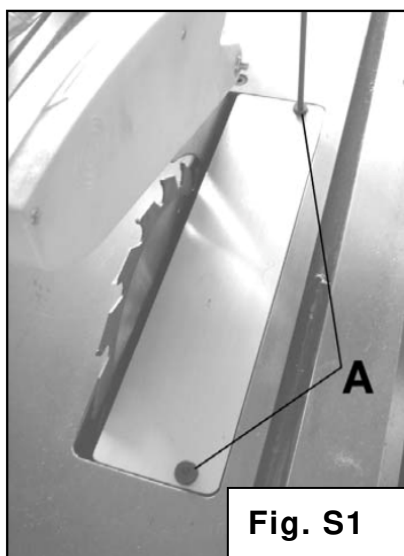
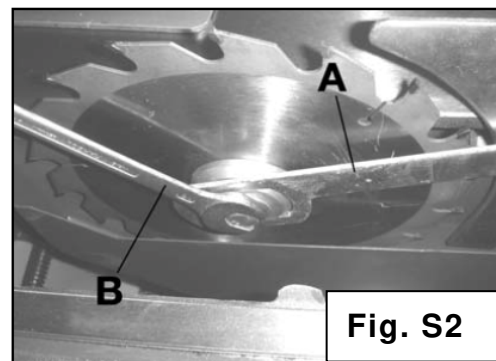

Fig. S1
Fig. S2
La macchina si compone di (**Fig. S1**):
3. Rimuovere l'inserto dalla tavola svitando le viti (A) di fissaggio (**Fig.S1**).
4. Con le due chiavi (A) e (B) in dotazione (**Fig.S2**) svitare la vite di fissaggio lama. Togliere la flangia per smontare la lama..
6. Mettere la rondella, la vite e stringere a fondo con le due chiavi (A) e (B).
7. Riposizionare l'inserto della tavola precedentemente rimosso e fissarlo con le due viti (**Fig.S1**).
1. Svitare le due viti (A) di **Fig S1** che fissano l'inserto del piano e toglierlo.
4. Avvitare nuovamente l'inserto della tavola con le viti (A) (**Fig.S1**) precedentemente rimosse.